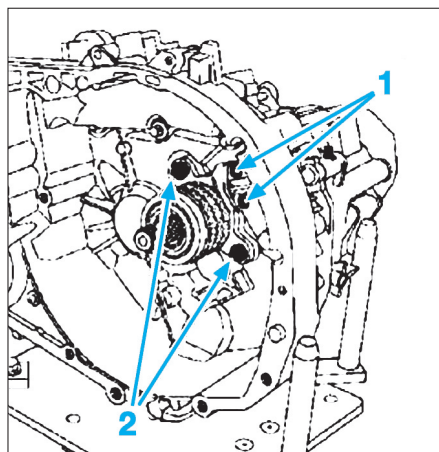

FIG. 6
- les deux vis (1) (Fig.6) du raccord hydraulique.